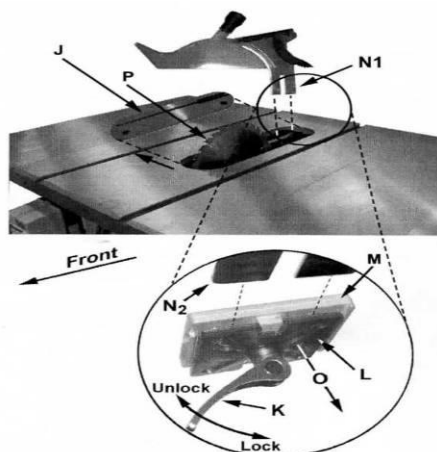

Рис. 8
Пояснения к рис. 8:
2. Удалите вставку стола (J).
3. Расположенный внутри стола и доступный через вставку быстрый зажим с ручкой (K) фиксации (рис. 8 вставка), разместить в положение разблокировки.
4. Накладной зажимной блок (L) имеет пружину (O) и отодвинется от фиксированного блока (M), оставляя зазор
5. Вставьте нижнюю часть расклинивающего ножа (N1, N2) полностью в зазор между зажимом блоков (L, M), а затем зафиксируйте ручку (K).
6. Поставьте вставку (J) обратно в стол. Пильный диск и расклинивающий нож должен выступать через отверстие во вкладыше.
Зажим блоков (L, M., рис. 8) отрегулирован на заводе, регулировка после установки защитного кожуха и расклинивающего ножа не требуется. Тем не менее, правильное положение расклинивающего ножа (стр. 14) является очень важным. Проверьте перед началом работы на столе, и последующей процедурой настройки, если необходимо.